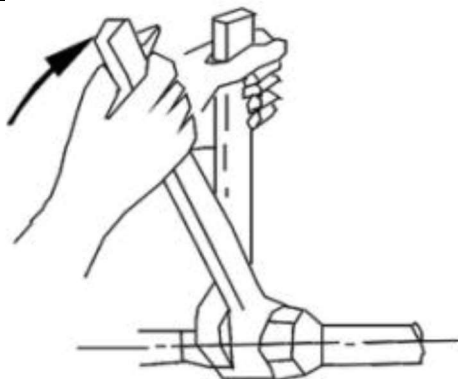

Figura 5 – Método de aperto da tubulação para evitar torção nos tubos
- Ao conectar a tubulação de entrada e saída de água, use duas chaves para ajustar ambas as partes dos tubos, garantindo que os tubos de entrada e saída de água não sofram nenhuma torção (ver figura 5).